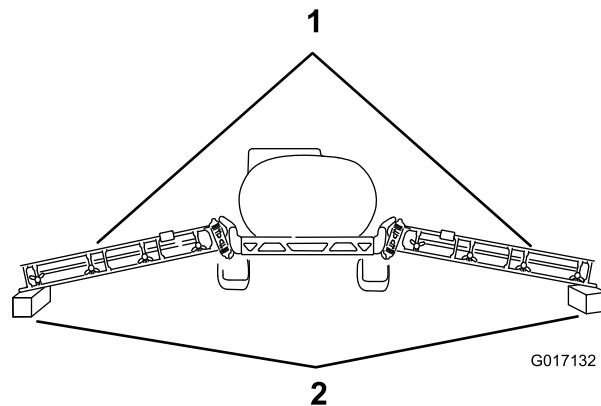

Figura 8
3. Coborâi cu grijă seciunile exterioare ale braului pe blocuri de lemn cu înălțimea de aproximativ 10 cm, aa cum se arată în Figura 8.